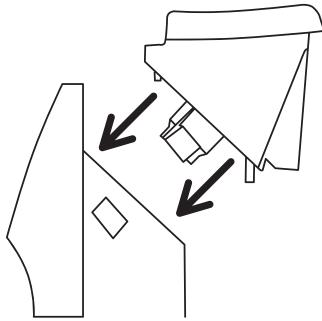

Рис. 4
- Вставьте разъем электроподключения («папа») на блоке управления в соответствующий разъем («мама») на конвекторе. Обратите внимание, что он может быть вставлен только в одном положении, когда специальная защелка находится справа. Убедитесь, что соединение надежно и разъем блока управления полностью закреплен в конвекторе. Если разъем вставлен до конца, то должен раздаться щелчок (рис. 4).